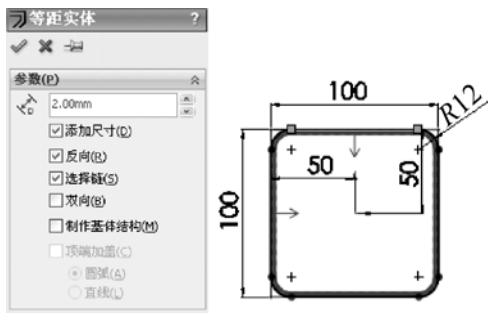

图 10-19 生成等距实体
3) 单击“草图”工具栏中的“等距实体”按钮，输入等距距离为 2mm，如图 10-19 所示，生成等距实体草图，单击“退出草图”按钮.